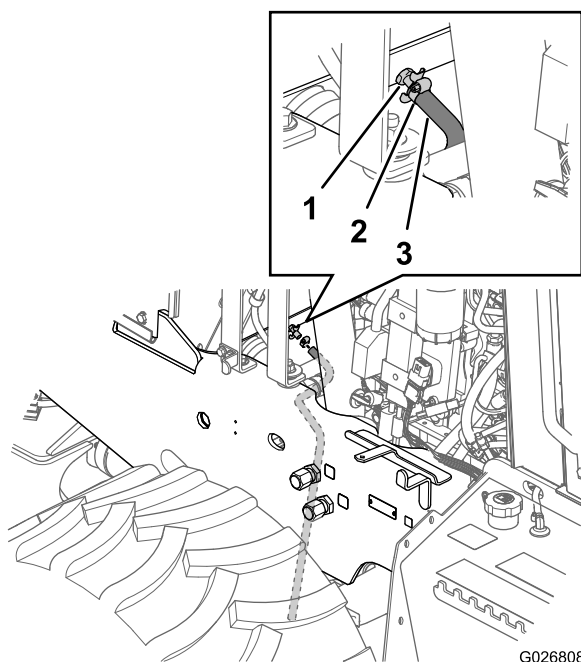
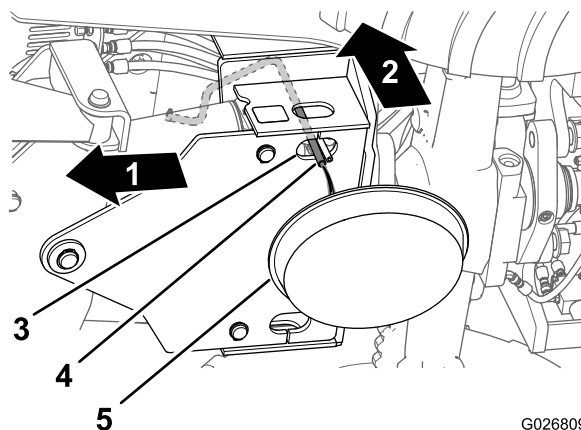
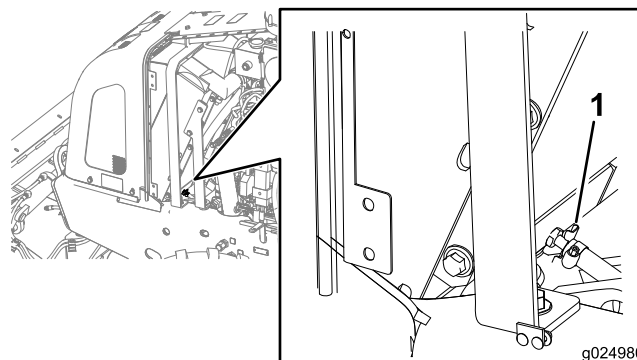

Figura 104
Figura 105
Figura 106
4. Posicione uma mangueira de 3/8 pol. x 30 polegadas sobre a saída da válvula de dreno do radiador (Figura 104).
5. Fixa a mangueira na válvula de drenagem com uma abraçadeira (Figura 104).
6. Passe a mangueira pelo furo na placa de fixação da lâmina de reaterro (Figura 105).
7. Posicione uma bandeja de drenagem com capacidade mínima de 23 L (6 galões) sob a extremidade aberta da mangueira de drenagem (Figura 105).
9. Feche a válvula de drenagem (Figura 106).
10. Remova a mangueira de drenagem e a abraçadeira (Figura 104 e Figura 105).
- A. O líquido de arrefecimento deve ser drenado do radiador e a válvula de drenagem deve estar fechada (Figura 106).
- D. Abra a válvula de drenagem e drene a solução de limpeza para dentro de uma bandeja de drenagem (Figura 104 e Figura 106).
- E. Feche a válvula de drenagem (Figura 106).
- C. Abra a válvula de drenagem (Figura 106) e drene a água para dentro de uma bandeja de drenagem.